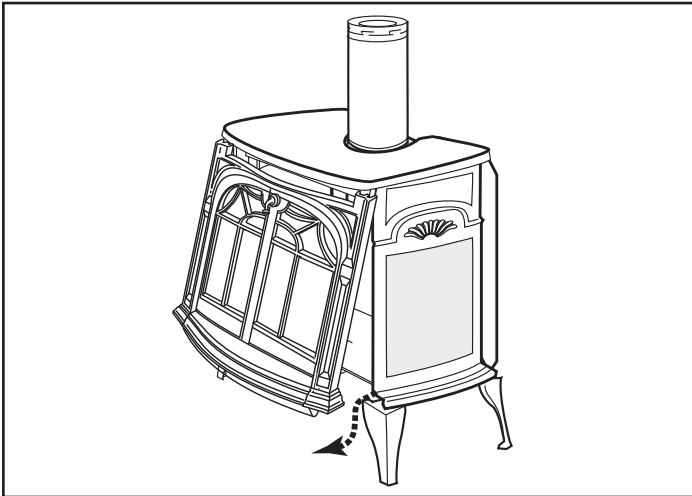

Figure 5.1 – Retirer la façade du poêle.
Remplacez la vitre uniquement par des pièces approuvées par HHT. Consultez la section 7 « *Liste de pièces de rechange* » pour déterminer la vitre correcte à utiliser. Retirez la façade, le cadre de la vitre et la vitre (figures 5.1 et 5.2). Utilisez une lame de rasoir pour séparer la vitre du joint du cadre.
1. Retirez la façade, le cadre de la vitre et la vitre (figures 5.1 et 5.2). Pour retirer le joint usé, utilisez une lame de rasoir pour séparer la vitre et le joint du cadre et pour nettoyer tout résidu de mastic et de joint. Utilisez un ciseau à froid au besoin.